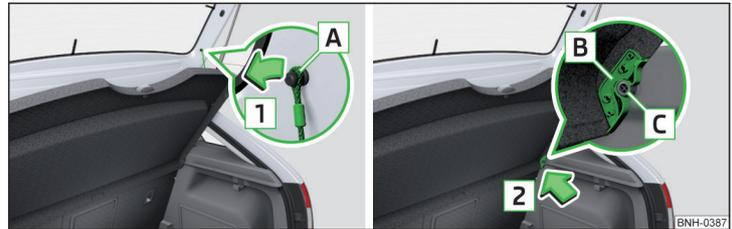

Fig. 91 Retirar la cubierta del maletero
Si las cintas de sujeción **A** » fig. 91 están enganchadas en la tapa del maletero, entonces al abrir la tapa también se levantará la cubierta del maletero (a continuación, sólo cubierta).
- Sacar en ambos lados de la tapa del depósito las cintas de sujeción **A** en el sentido de la flecha **1** » **fig. 91.**
- Coloque los alojamientos **B** en la cubierta sobre los pernos **C** » **fig. 91.**